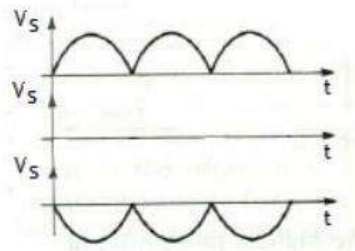

Figura 3
- c) Os sinais de saída do bloco A, representados graficamente na figura 3, correspondem a 3 posições distintas do núcleo. Identifique, justificando, essas posições. **(1,5 valores)**